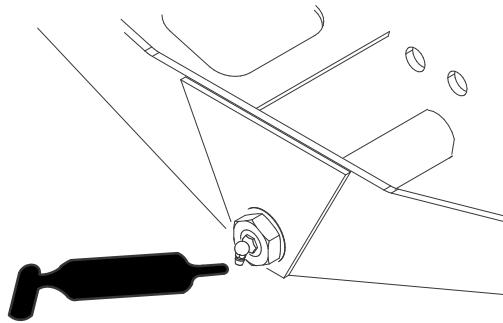

Bild 52
- Achsenlenkzapfen (1) (Bild 52)